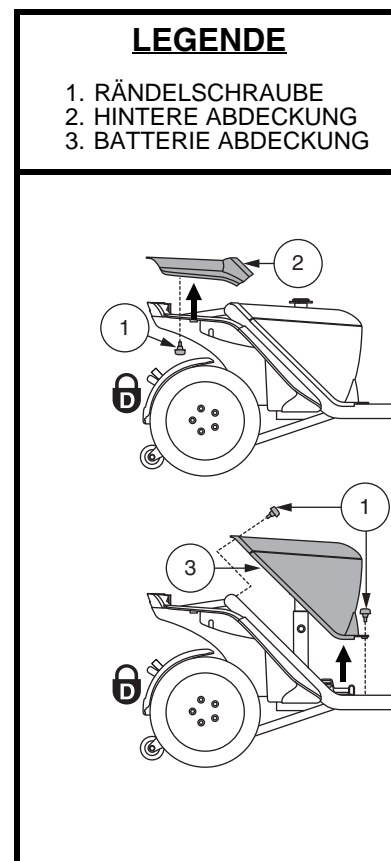

Abb. 11. Entfernung/Ersetzung der Abdeckung
1. Entfernen Sie den Sitz und die hintere Abdeckung. **Siehe Abb. 11.**
- a. Entfernen Sie die Batterie Abdeckung indem Sie die zwei (2) Rändelschrauben, die es am Personal Elektromobil Rahmen befestigen, abschrauben und die Abdeckung hoch und vom Personal Elektromobil heben. **Siehe Abb. 11.**
- b. Entfernen Sie die Batterie Abdeckung indem Sie die vier (4) Rändelschrauben, die es am Personal Elektromobil Rahmen befestigen, abschrauben und die Abdeckung hoch und vom Personal Elektromobil heben. **Siehe Abb. 11.**